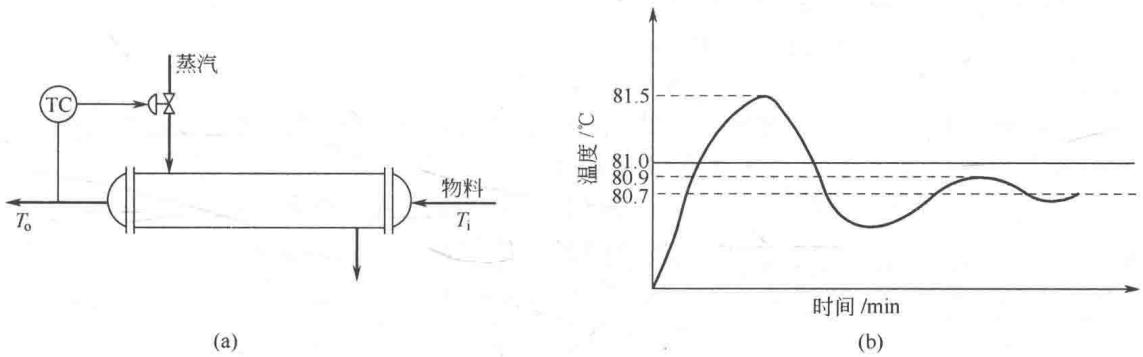

图 1-22 蒸汽加热器温度控制
10. 图 1-22(a) 是蒸汽加热器的温度控制原理图。试画出该系统的方块图，并指出被控对象、被控变量、操纵变量和可能存在的干扰是什么？现因生产需要，要求出口物料温度从 80℃ 提高到 81℃，当仪表给定值阶跃变化后，被控变量的变化曲线如图 1-22(b) 所示。试求该系统的过渡过程品质指标：最大偏差、衰减比和余差（提示：该系统为随动控制系统，新的给定值为 81℃）。
由图 1-22(b) 可知，该系统的最大偏差  $A = 81.5 - 81 = 0.5^\circ\text{C}$ ；第一个波峰值为  $81.5 - 80.7 = 0.8^\circ\text{C}$ ，第二个波峰值为  $80.9 - 80.7 = 0.2^\circ\text{C}$ ，因此衰减比  $n = 0.8 : 0.2 = 4 : 1$ ；余差为  $80.7 - 81.0 = -0.3^\circ\text{C}$ 。